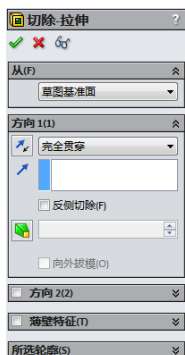

图 6-106 “切除-拉伸”属性管理器
**34** 拉伸切除实体。单击“特征”工具栏中的“拉伸切除”图标按钮, 此时系统弹出如图 6-106 所示的“切除-拉伸”属性管理器。在“终止条件”一栏的下拉菜单中, 选择“完全贯穿”选项, 注意拉伸切除的方向。单击属性管理器中的“确定”图标按钮, 完成拉伸切除实体。